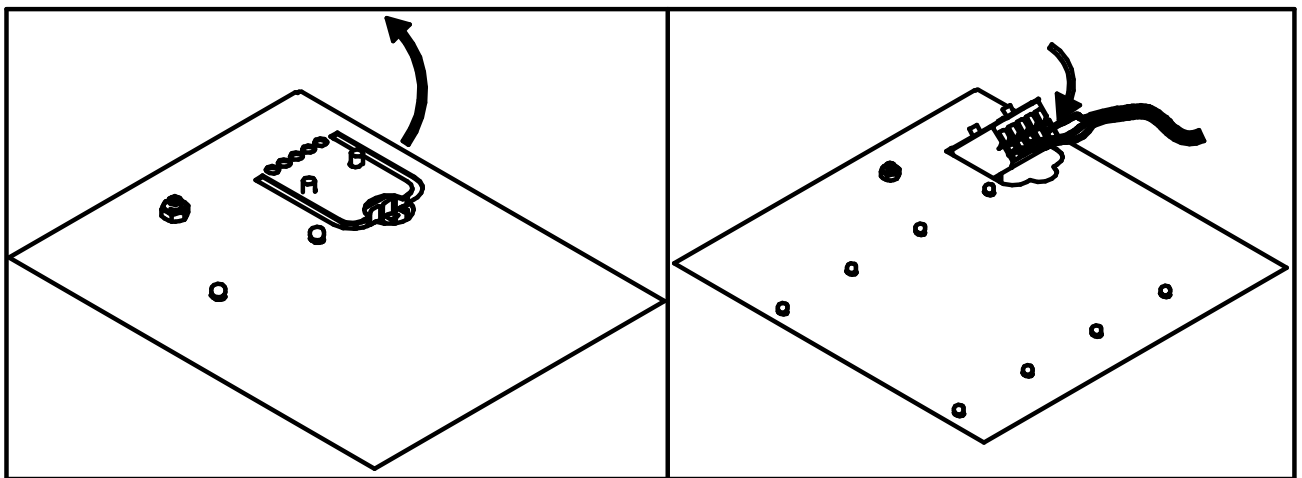
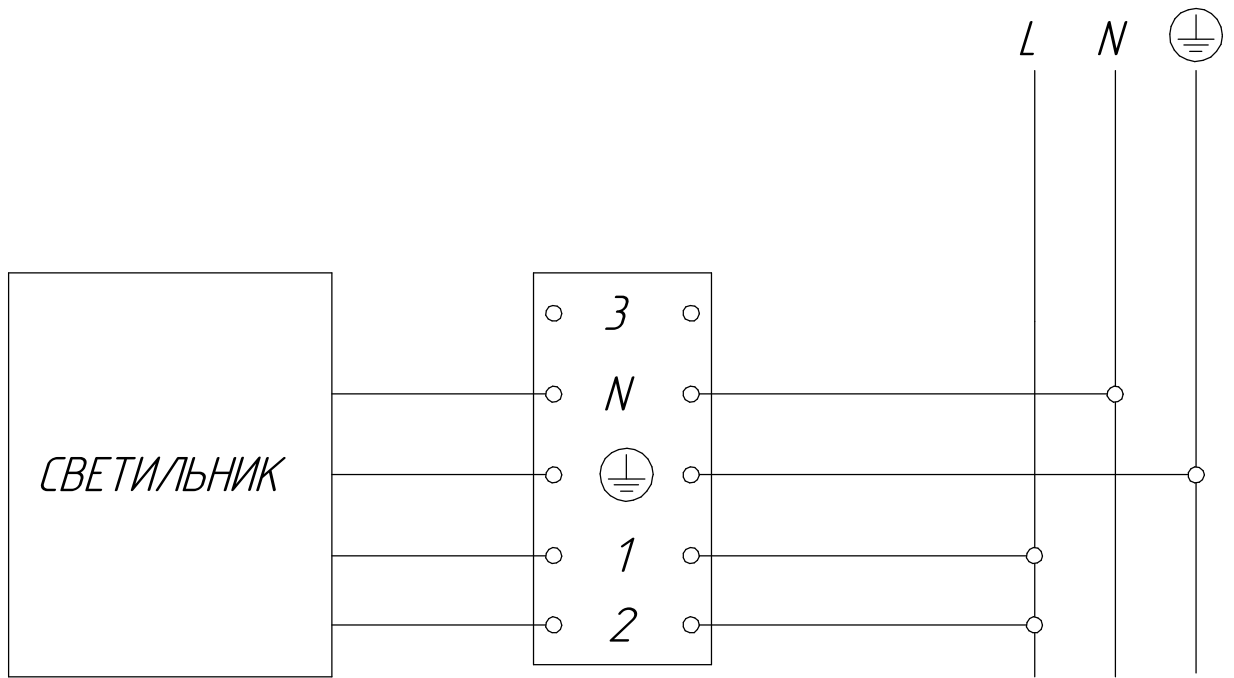

Рисунок 3 - Схема подключения светильника
Рисунок 4 - Схема подключения светильника к сети
5.7 Отогните язычок с клеммной колодкой (рисунок 3) и подключите сетевой провод к клеммной колодке, к разъёму 1 подключается светодиодный источник питания, к разъёму 2 подключается лампа (рисунок 4).